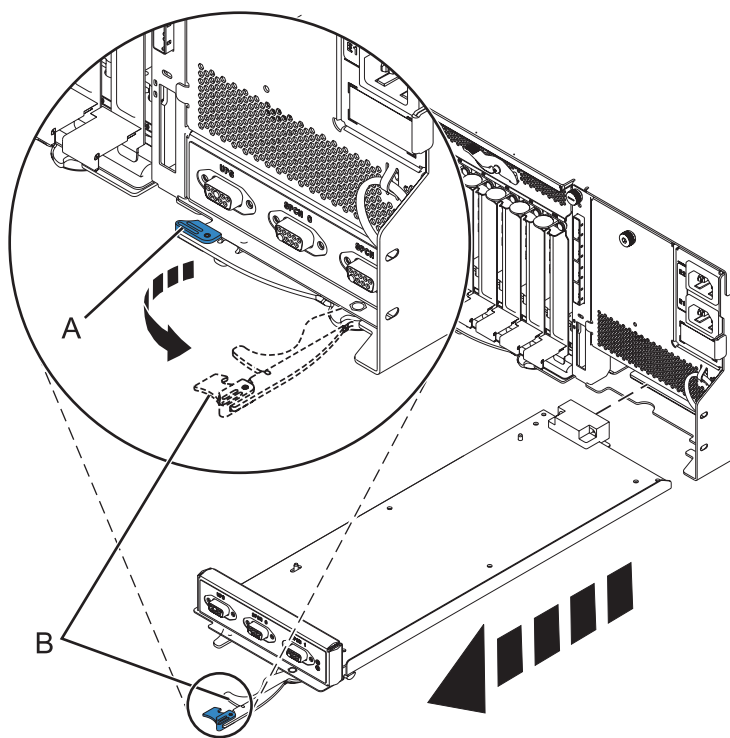

Figura 56. Extracció del controlador de gestió d'allotjaments
- b. Premeu el pestell (**A**) per desbloquejar la nansa (**B**). Consulteu Figura 56 a la pàgina 70.